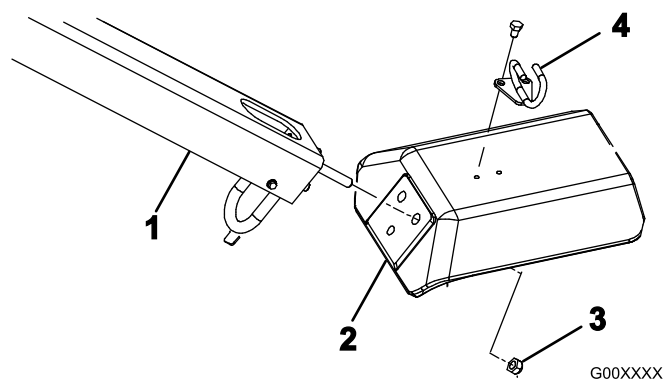

Figura 4
2. Insira as cavilhas de montagem do manípulo nos orifícios do eixo (Figura 4).
3. Fixe as cavilhas do manípulo ao eixo com 3 porcas de bloqueio (1/2 pol.) (Figura 4)
5. Monte o guia dos cabos na parte de cima do eixo com 2 parafusos 516 x 1/2 pol.) (Figura 4).